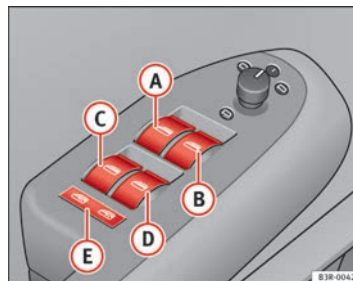

Fig. 80 Detalle de la puerta del conductor: Mandos
- (A)** Conmutador → fig. 80 para la ventanilla de la puerta del conductor
- (B)** Conmutador para la ventanilla de la puerta del acompañante
Con el interruptor de seguridad → fig. 80  es posible desconectar los interruptores de las puertas traseras. Sólo cuando este interruptor está bajado será posible abrir y cerrar las ventanillas desde los asientos traseros.